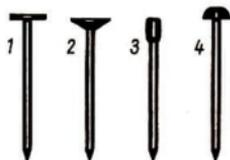

Bild 22 Die Kopfformen der Nägel sind unterschiedlich
Womit wird genagelt? Die **Nägels** bestehen aus Stahldraht. Sie haben unterschiedliche **Kopfformen** (Bild 22). Die gebräuchlichsten sind: der **Flachkopf** (1), der **Senkkopf** (2), der **Stauchkopf** (3) und der **Halbrundkopf** (4).